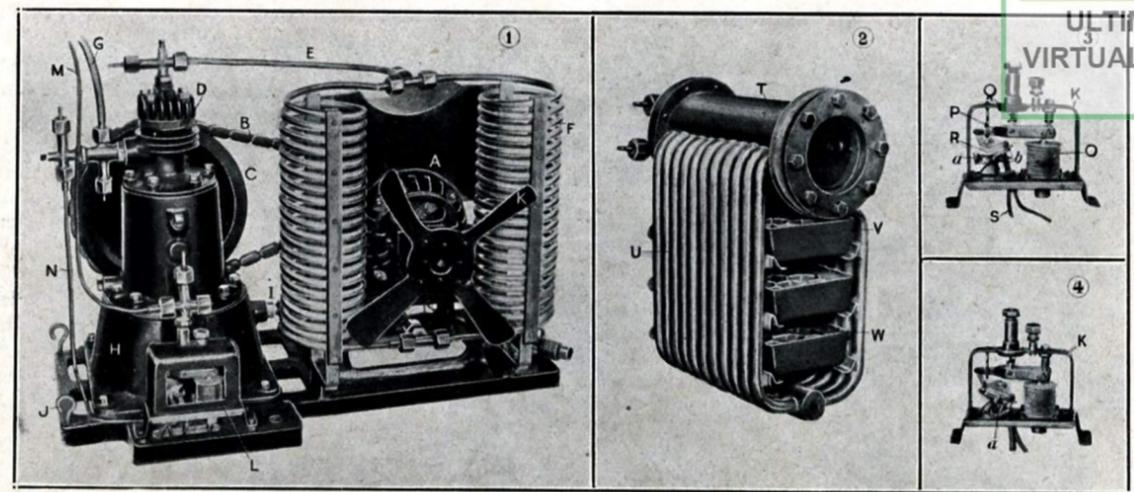

Fig. 2. — Détails d'une machine à froid à compression.
- 1° L'acide sulfureux (SO_2) ou anhydride sulfureux, qui bout aux environs de $-12^\circ C$. (voir fig. 2 et 3) ;
1. Ensemble du groupe de compression. — 2. L'évaporateur et les tiroirs à glace (petits blocs hexagonaux) qui sont logés dans les serpentins (vue d'arrière). — 3 et 4. Le régulateur en position de marche et d'arrêt (mêmes lettres que fig. 2). — (Typ: S. E. V.)